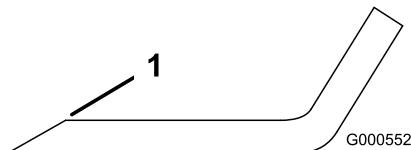

Figura 80
1. Utilice una lima para afilar el filo de corte en ambos extremos de la cuchilla (Figura 80).
Nota: Si la cuchilla no está equilibrada, rebaje algo el metal en la parte de la vela solamente (Figura 80).